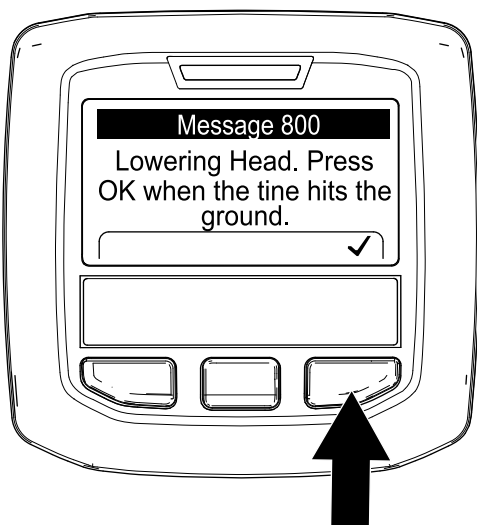

Рисунок 69
6. Когда какой-либо зуб коснется земли, нажмите правую кнопку инфо-центра на экране Lowering Head (Опускание вала аэратора) (Рисунок 69).